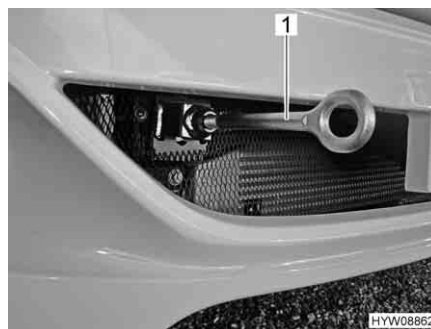

Fig. 43 Occhione di traino (installato)
- Montare l'occhione di traino (Fig. 43,1) come indicato nel manuale di funzionamento del veicolo di base.